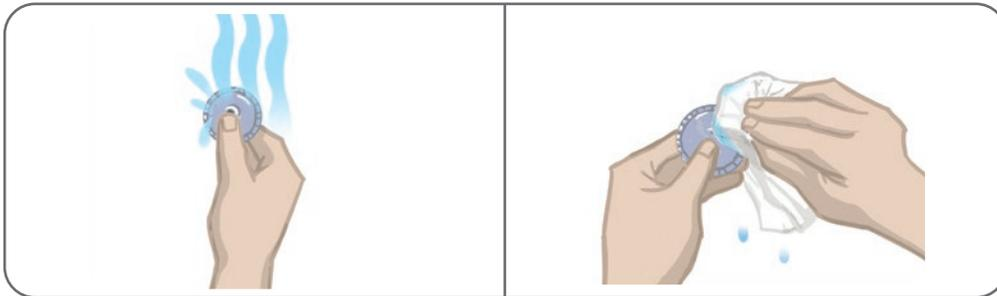

Abbildung 11-5: Befeuchten und Entfernen von überschüssigem Wasser
4. Befeuchten Sie die runden Gewebeelektroden, bis sie sich mit Wasser vollgesogen haben. Siehe Abbildung 11-5.
5. Wischen oder tupfen Sie das überschüssige Wasser vorsichtig mit einem Tuch von der Rückseite der Elektroden (die Seite mit dem Druckknopf) ab. Siehe Abbildung 11-5.